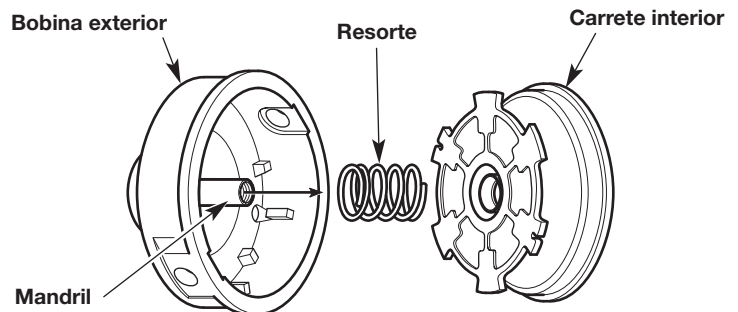

Fig. 27
NOTA: La bobina exterior (Fig. 27) permanecerá conectada a la unidad.
3. Retire el carretel interior de la bobina exterior (Fig. 27).
4. Retire el resorte del carretel interior (Fig. 27).